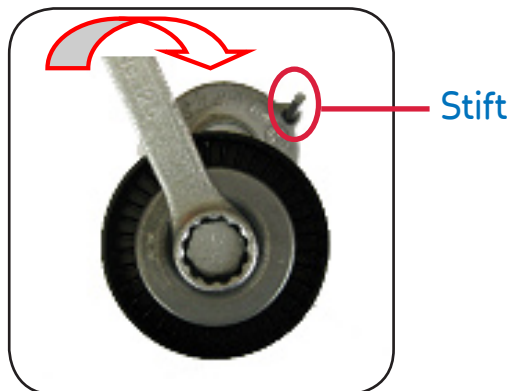

Abb. 1.
- Den neuen Riemenspanner mit neuem Stift anbringen und den Stift entfernen (Abb. 1).